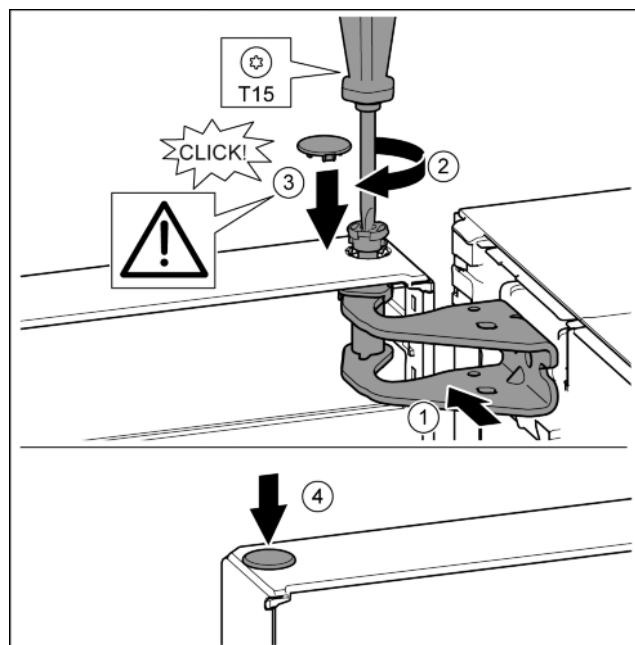

Fig. 20
- ▶ Orienter la porte en haut pour l'ouverture dans le support de palier. Fig. 20 (1)
- ▶ Poser le boulon et le visser avec un tournevis T15. Fig. 20 (2)
- ▶ Monter le cache de sécurité pour sécuriser la porte : Mettre en place le cache de sécurité et vérifier qu'il repose sur la porte. Sinon, enfoncer à fond le boulon. Fig. 20 (3)
- ▶ Mettre le bouchon en place. Fig. 20 (4)